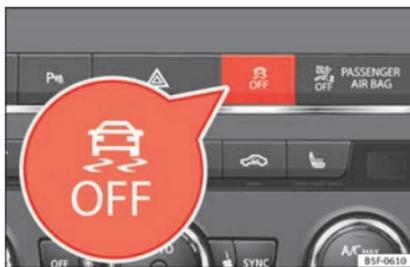

Fig. 193 Consola central: Tecla para conectar/desconectar el ESC y el ASR
- Pulsando la tecla  » fig. 193 durante aproximadamente 1 segundo, se desconecta la función ASR.
- Pulsando la tecla  » fig. 193 durante aproximadamente más de 3 segundos, se desconecta el programa electrónico de estabilización (ESC), incluida la función ASR.
- La función ASR y el ESC se vuelven a conectar pulsando la tecla  » fig. 193.